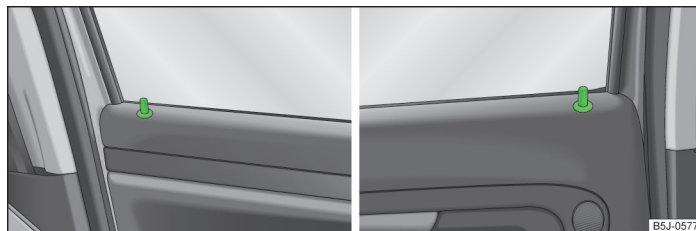

Fig. 12 Butoanele de siguranță în portiera față / în portiera spate
La descurierea sau încuierea portierei, butonul de siguranță corespunzător » fig. 12 se deplasează în sus, resp. în jos.
- Apăsați butonul de siguranță în jos » fig. 12.